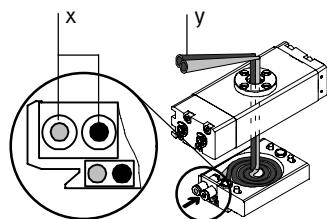

Fig. 38
- Conecte los tubos a las tomas (X) e (Y) → Fig. 38.